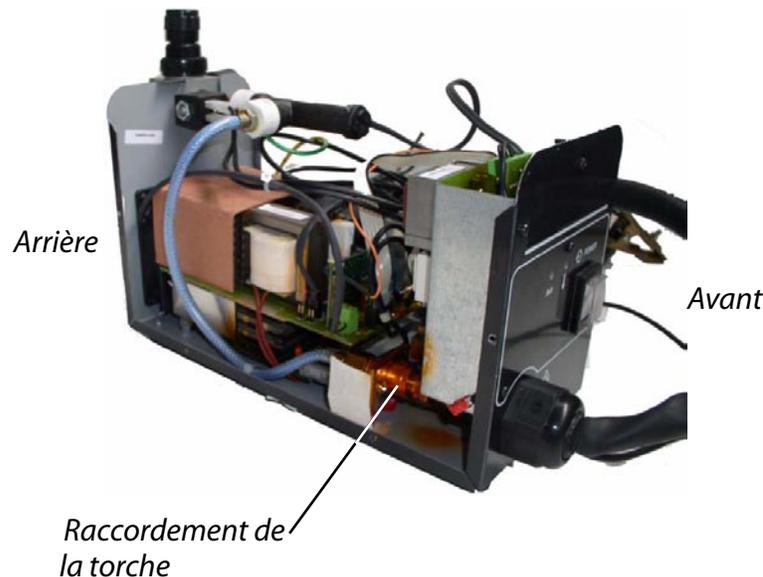

Figure 2-2. Raccordement de la torche
1. Retirez le couvercle de la machine. Le raccord de la torche est situé sur le bas de la machine. Voir la figure 2-2 ci-dessous.